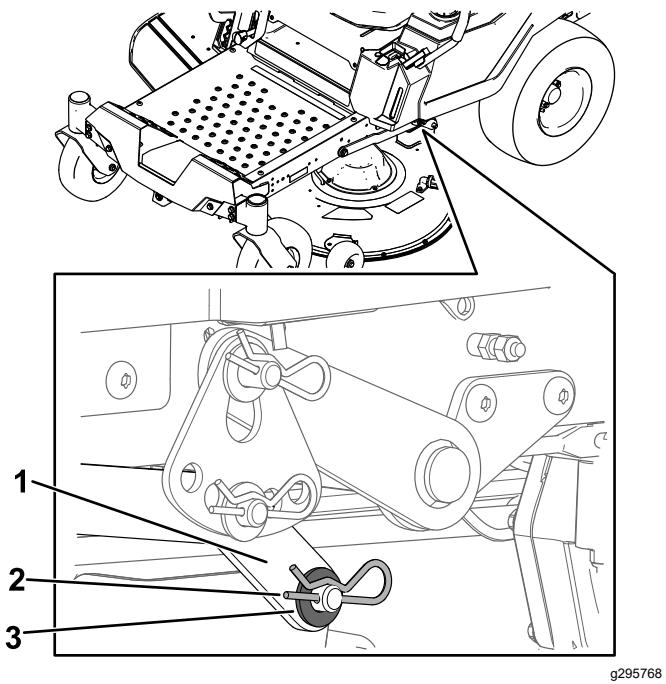

Figura 72
- Pe o parte a mainii, îndepărtați aiba i tifțul în formă de agrafă de la tifțul punii (Figura 72).
- Îndepărtați braul de ridicare de la tifțul punii (Figura 72).
- Pe o latură a mainii, ridicăți partea din spate a punii mainii de tuns iarba și montați braul de ridicare la tifțul punii (Figura 72).
- Montați braul de ridicare utilizând aiba i tifțul în formă de agrafă (Figura 72).